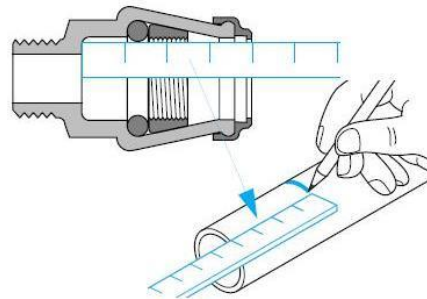

Bild 2
2. Einsteektiefe auf Rohr markieren (siehe Bild 2)